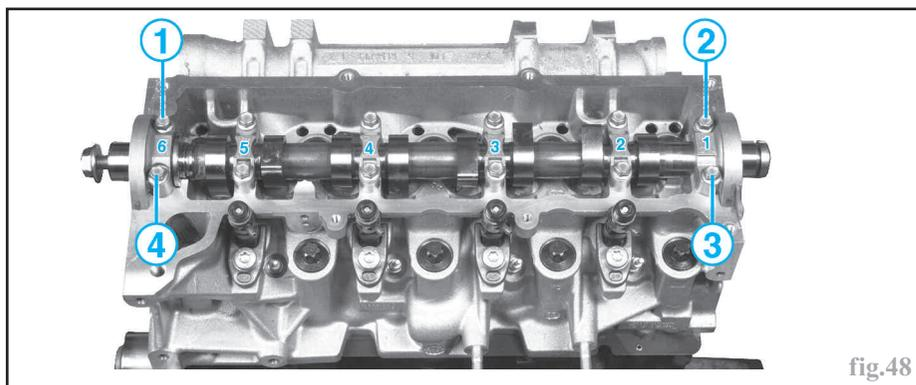

fig.48
- reposer les chapeaux de paliers d'arbre à cames (n° 1 côté volant moteur) et les serrer progressivement par passes successives jusqu'au couple prescrit, en commençant par les vis des paliers n° 1 et 6, dans l'ordre prescrit, puis les autres chapeaux (fig.48),